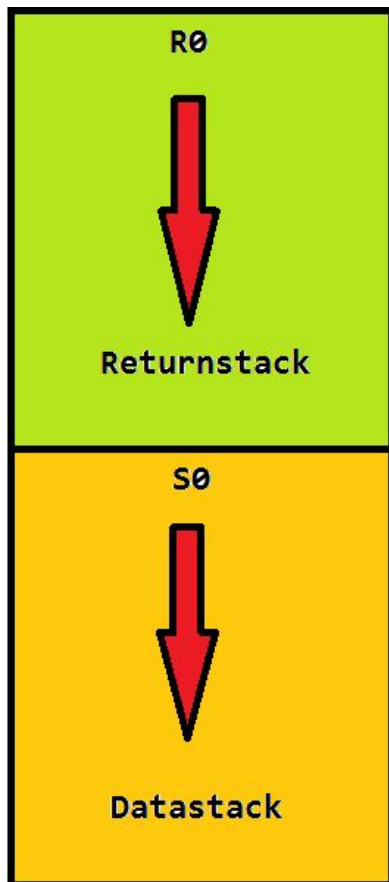

Abbildung 1: Wachstumsrichtungen der Stacks
Der Returnstack vom noForth wächst nach unten in den Datenstack hinein (Abb. 1). Das kann hässliche Effekte erzeugen, wenn der Returnstack zu groß wird. Durch die Routine (R) wird der Überlauf abgeschnitten und mit .RD kann man eine Fehlermeldung an passender Stelle in seine Definitionen einbauen. SHOW hilft dann dabei, die Ursache des Überlaufs zu identifizieren.